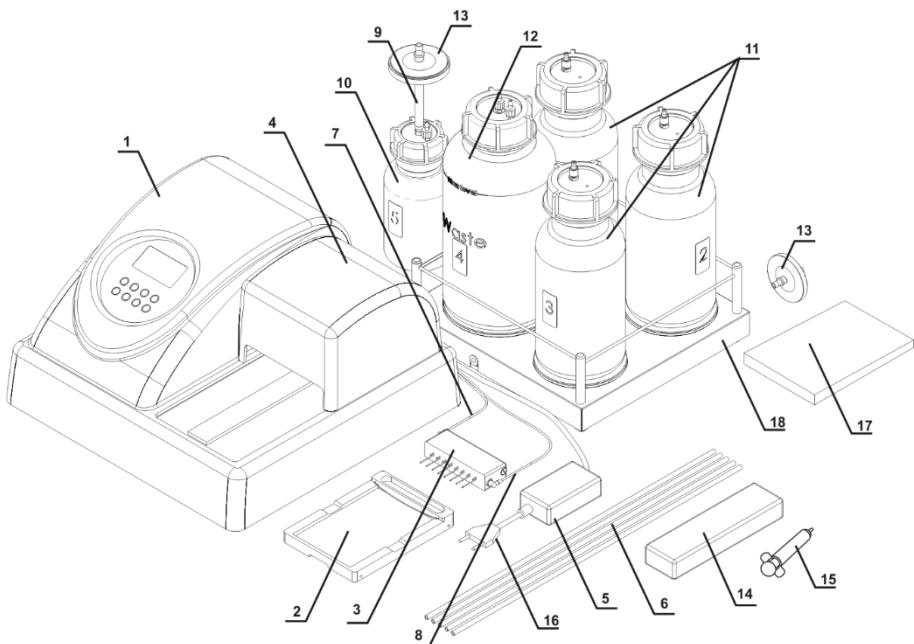
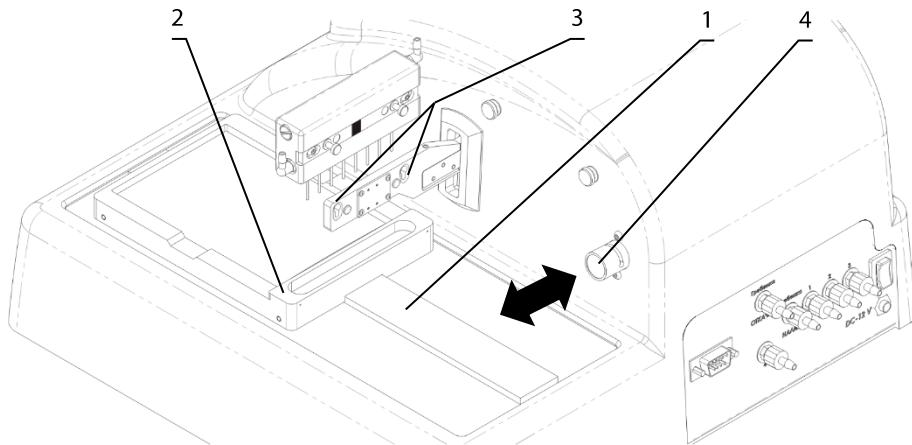
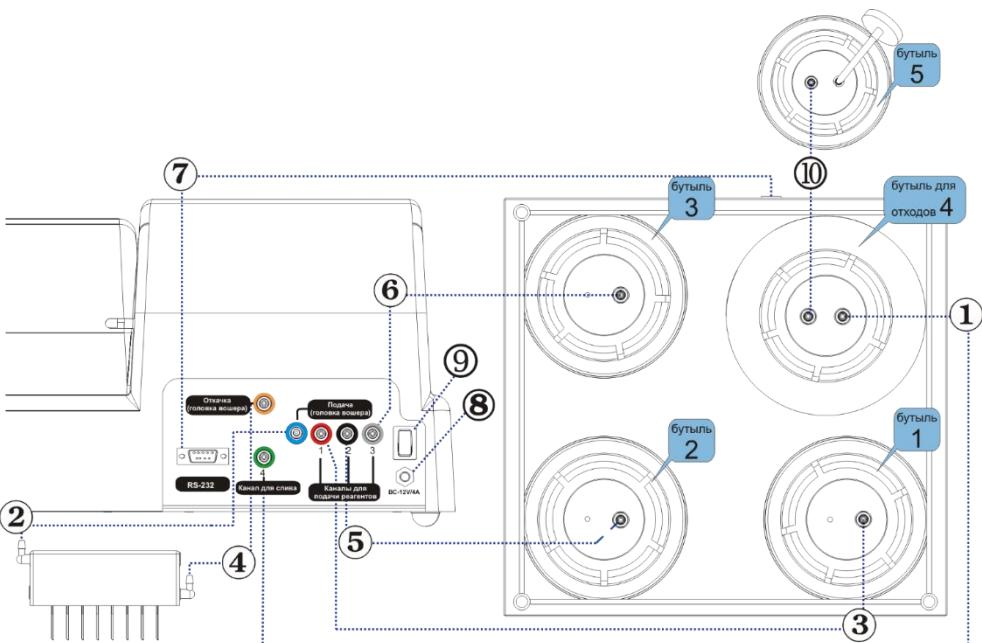

Рисунок 1. Комплектация прибора
Рисунок 2. Подготовка прибора к работе.
Рисунок 3. Диаграмма сборки
- 4.2. Комплектация (рисунок 1). В комплект прибора входят:
- 4.5.4. Установите каретку на рельс (рис. 2/1), расположенный на платформе прибора, так, чтобы держатель планшета (плоская пружина) был направлен к задней стенке прибора (рис. 2/2). Магнит в нижней части каретки притянет ее в исходную позицию.
- 4.5.6. Установите промывочную гребёнку в пазы держателя (рис. 2/3). Магниты в гребёнке и держателе соединят и выровняют гребёнку.
- 4.5.7. Соедините трубкой (рис. 1/7) штуцер промывочной гребенки, по которому подается жидкость, с **синим** штуцером **Подача (гребенка вощера)** на задней панели прибора (рис. 3/2).
- 4.5.8. Соедините трубкой (рис. 1/8) штуцер промывочной гребенки, по которому откачивается жидкость, с **жёлтым** штуцером **Откачка (гребенка вощера)** на задней панели прибора (рис. 3/4).
- 4.5.9. Соедините штуцер **Канал для слива** (4 – **зеленый**) на задней панели прибора трубкой со штуцером двухлитровой бутыли (под номером 4) для сбора отработанной жидкости (рис. 3/1).
- 4.5.10. На штуцер пол-литровой бутыли (под номером 5) установите трубку для гидрофобного фильтра (рис. 1/9), а на нее – гидрофобный фильтр (рис. 1/13). При установке гидрофобного фильтра его поверхность с надписью “IN” должна быть обращена к пробке бутыли (рис. 11).
- 4.5.11. Соедините бутыль для сбора отработанной жидкости с пол-литровой бутылью под номером 5 (рис. 3/10).
- К штуцеру (1 – **красный**) (рис. 3/3) трубкой (рис. 1/6) подсоедините бутыль с буфером 1.
- К штуцеру (2 – **чёрный**) (рис. 3/5) трубкой подсоедините бутыль с буфером 2.
- К штуцеру (3 – **белый**) (рис. 3/6) трубкой подсоедините бутыль с буфером 3.
- 4.5.13. Установите трубку промывочной гребенки (рис. 3/2) в прорезь клапана (рис. 2/4). Нажмите на клапан по направлению стрелки и, удерживая его, немножко растяньтите трубку, поместите ее в прорезь и отпустите клапан.
- 4.5.16. Если используется **4 CHW Logger**, четырехместный терминал контроля объема жидкости, распакуйте его и вытащите прокладки из-под чашек весов. Установите бутыли на терминал в соответствии с нумерацией. Подключите кабель RS-232 к разъему на задней панели прибора и к терминалу контроля объема жидкости (рис. 3/7).
Перед тем как подключать прибор к сети, убедитесь, что выключатель питания (рис. 3/9) на задней панели прибора находится в положении **0** (выключено).
- 4.6.1. Подключите внешний блок питания к разъему (рис. 3/8) на задней панели прибора.
- 4.6.2. Подключите к внешнему блоку питания сетевой шнур (рис. 1/16).